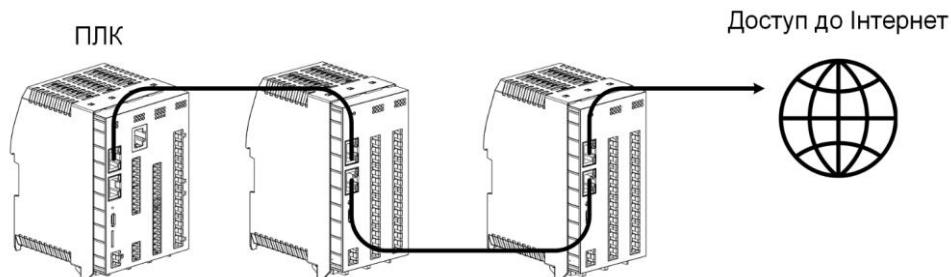

Рисунок 5.12 – Підключення за схемою «Ланцюжок»
- «Ланцюжок» / «Daisy-chain» (див. рисунок 5.12).